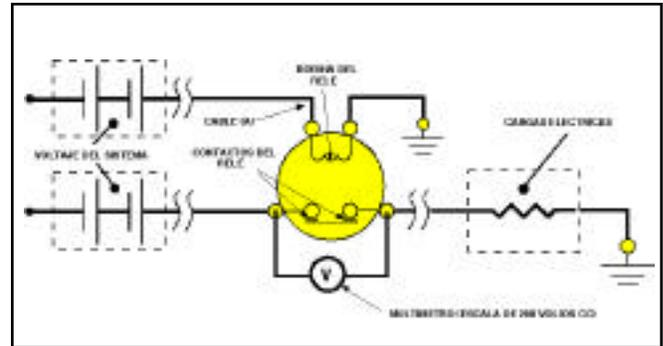

Ilustración 4. Comprobación de que los contactos del relé funcionan correctamente.
4. Después de comprobar que se mide el voltaje del sistema entre los terminales de la bobina del relé y en el terminal de batería del contacto, podrá comprobar los contactos del relé (interruptor). Conecte el multímetro entre los terminales de contacto tal como se muestra en la Ilustración 4. Use la escala de 200 voltios CC.
6. Desconecte el cable (A) positivo, mostrado en la Ilustración 4, del terminal de la bobina. Esto causará que los contactos cambien posiciones (los contactos cerrados se abrirán y los abiertos se cerrarán). Si acerca el cable (A) y toca el terminal de la bobina y retira el cable inmediatamente, oír un ruido como de ‘click’ causado por los contactos al abrirse y cerrarse. Esto indica que la bobina del relé está en buenas condiciones, lo que quiere decir que no está “abierta”.
7. Con el cable (A) desconectado, mida la caída de voltaje entre los terminales de contacto. Deje el multímetro conectado como se muestra en la Ilustración 4. El multímetro debe mostrar el voltaje del sistema para los contactos de relé que estaban cerrados anteriormente pero que están ahora abiertos. En el caso de contactos de relé que estaban antes abiertos pero que ahora están cerrados, el multímetro debe indicar que la caída de voltaje es menor de un voltio para sistemas de 24 voltios (0,5 voltios para sistemas de 12 voltios). Reconecte el cable (A) y repita esta prueba varias veces para verificar los resultados.
8. Cuando el cable (A) está desconectado, el voltaje entre los terminales de contacto DEBE alternar entre el voltaje del sistema y el voltaje permisible (un voltio como máximo para sistemas de 24 V; 0,5 V máximo para Sistemas de 12 V.). Si esto no ocurre, reemplace el relé.